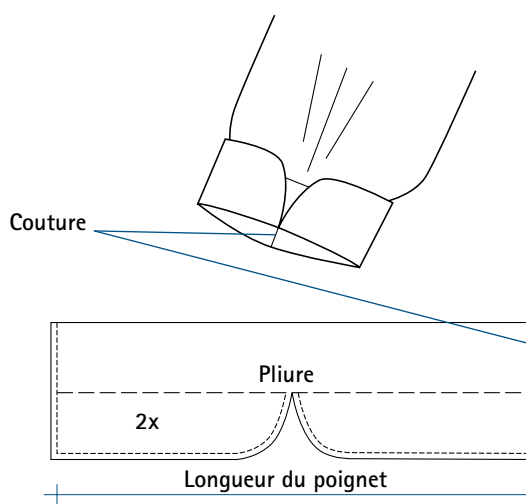

FIG. 2
- la couture du poignet est alignée avec la couture de la manche (fig. 2).
Logiquement, le poignet de ce modèle doit être construit en appliquant la technique indiquée par la figure 2 page 91 : les arrondis sont au milieu de la manche et les coutures de la manche et du poignet sont alignées.